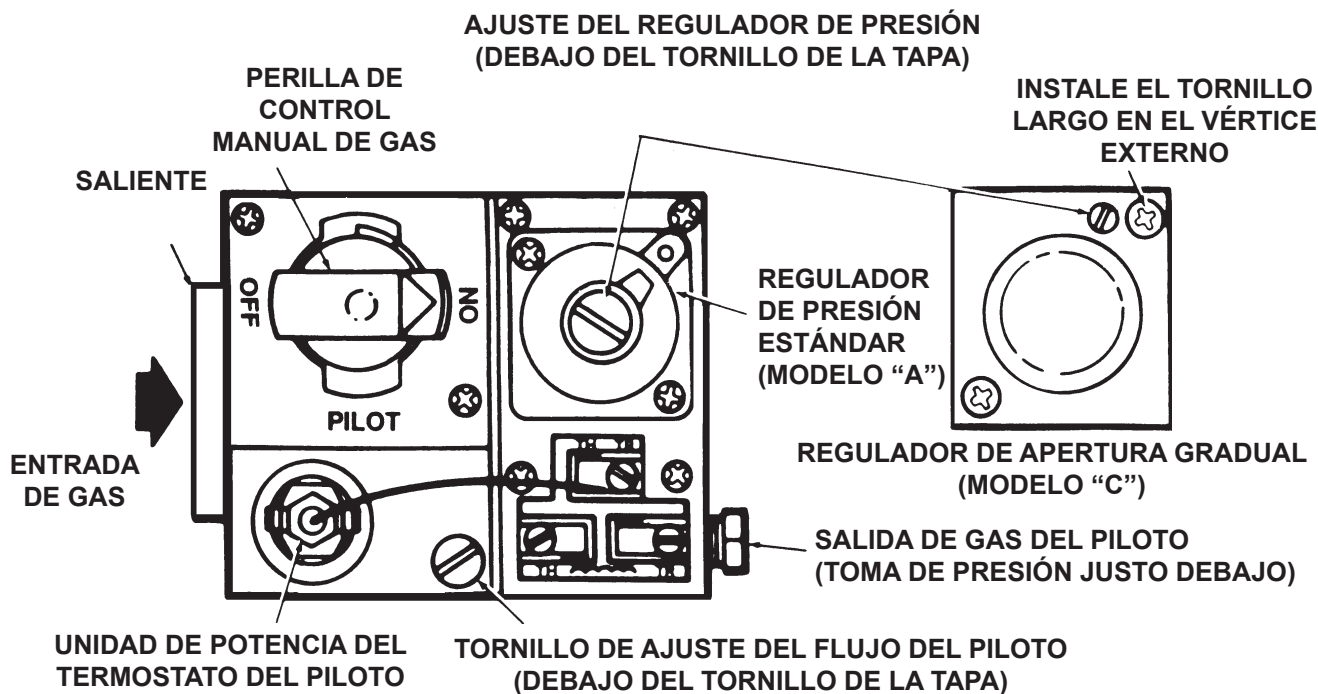

Figura 12. Vista superior del control de gas de capacidad estándar
- Retire el tornillo de ajuste de la tapa del piloto. Consulte la Figura 12.